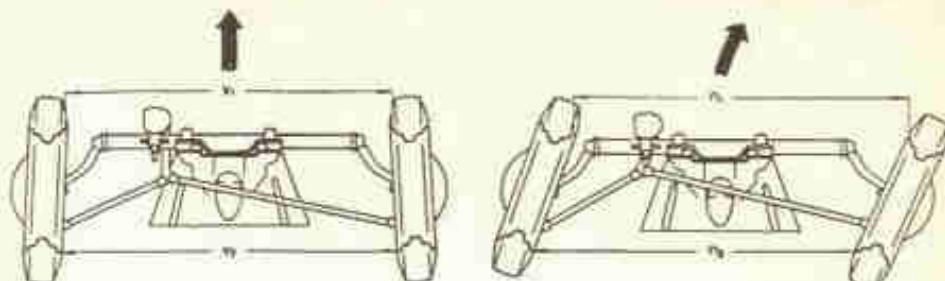

Fig. 3-Q — Ângulos de convergência e divergência nas curvas
**Ângulos de convergência e divergência.** — O ângulo de convergência das rodas dianteiras visa a compensar a tendência que as mesmas têm de se abrirem a frente, quando em marcha. Por isso, as rodas são colocadas de modo a convergirem ligeiramente a frente, como se vê na fig. 3-Q. A distância V1 é menor que a distância V2. A diferença é muito pequena: 1 a 3 mm sómente. (Na Kombi, até 5 mm, carregada).
Por isso, quando se faz uma curva, a convergência vai diminuindo, até tornar-se em divergência, como mostra a fig. 3-Q, em que a distância  $n_1$ , na frente, é maior do que a distância  $n_2$ , atrás.
**Verificação da convergência.** — Nessa operação as rodas devem estar dirigidas diretamente para a frente. Existem várias marcas de aparelhos para tal fim, de modo que deve-se seguir as recomendações do fabricante sobre seu uso. Em alguns, a medida das distâncias  $n_1$  e  $n_2$ , fig. 3-Q, se faz pelo lado externo do aro, enquanto outros realizam essas medidas pelo lado de dentro. No aparelho descrito no "Manual de Reparações" usa-se o primeiro tipo, cujo ponteiro deve ser colocado na marcação "zero", depois de haver sido medida a distância entre os bordos externos dos aros, na altura do centro de rotação. Retira-se o aparelho e coloca-se o mesmo atraç, e comprova-se a diferença indicada pelo ponteiro.
**Correção da convergência.** — Essa correção se faz agindo-se sobre a barra de direção direita (sedan e Karmann) cujo comprimento pode ser alterado, torcendo-se ou desorcendo-se as ponteiras. Na fig. 1-N a barra é designada pelo n.º 69. Nos utilitários, age-se sobre a barra de direção esquerda (50, fig. 3-P). No sedan e no Karmann-Ghia a partir de 1964 a regulagem se faz nas duas barras.